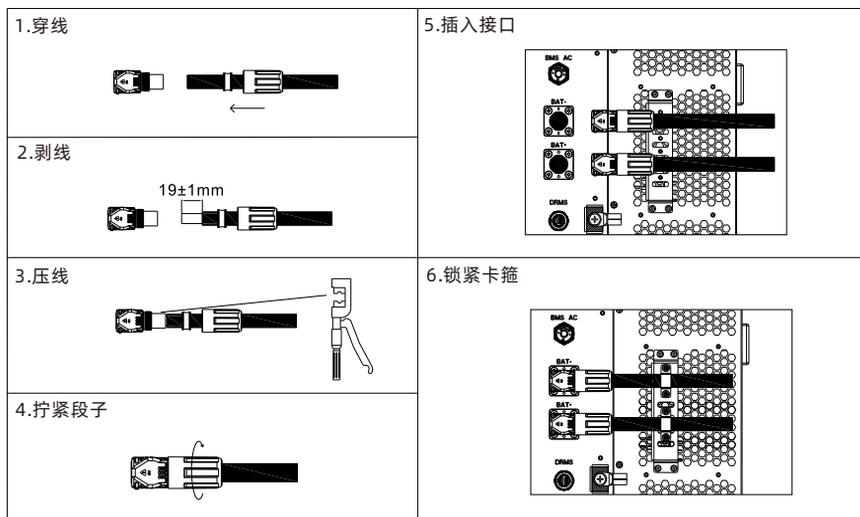

图 6.6 电池端子示意图
1. 连接电池功率的接地线缆至PE处，位置如图6.6所示；
4. 将压接端子的电池线缆对插在机器的电池端子上，电池端子位置如图6.6所示；
5. 完成电池主功率接线后，需要对功率线缆在预留扎线位进行捆扎处理，扎线位置如图6.6所示。
1. 电池与储能变流器之间应有地线连接，在连接电池线之前需要首先连接地线，其中在储能变流器上预留的电池线缆接地位置如图6.6所示；
2. 电池端子接线后在机器上有预留扎线位置，如图6.6所示，请在完成电池端子接线后对电池线缆在此处进行捆扎；